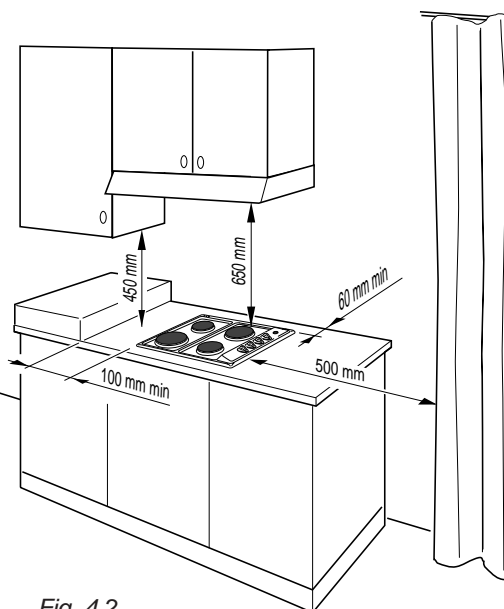

Fig. 4.2
- ✓ Wanneer er boven het komfoor een keukenkastje of een wasemkap geïnstalleerd is, moet een afstand tussen het rooster van het komfoor en bovengenoemd kastje of wasemkap worden aangehouden van minstens 650 mm (zie ook afb. 4.2).